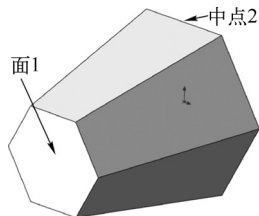

图 4-34 打开的文件实体
2) 设置属性管理器。在“第一参考”列表框中,选择图4-34所示的面1。在“第二参考”列表框中,选择图4-34所示的边线的中点2。“基准轴”属性管理器设置图4-35所示。